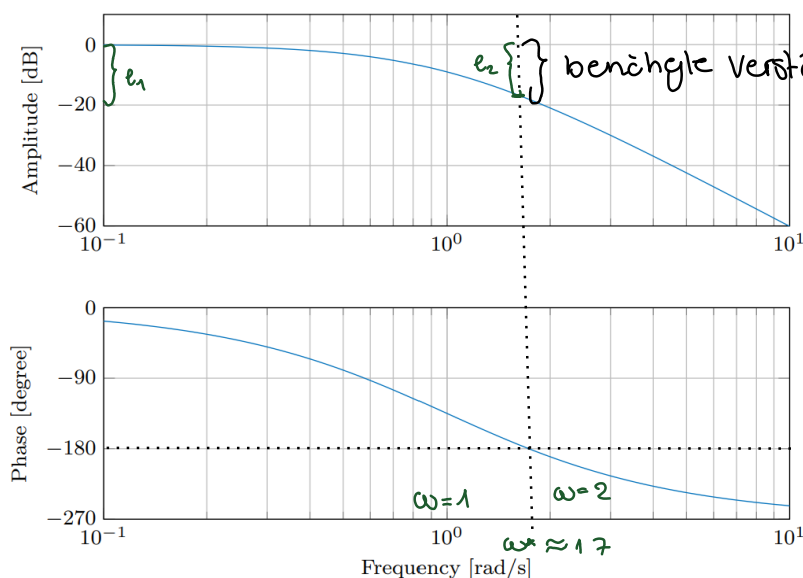

Abbildung 1: Bode Diagram von $P_1(s)$
a) Von einer Strecke $P_1(s)$ ohne Regler haben Sie das Bode-Diagramm in Abb. 1 gegeben.